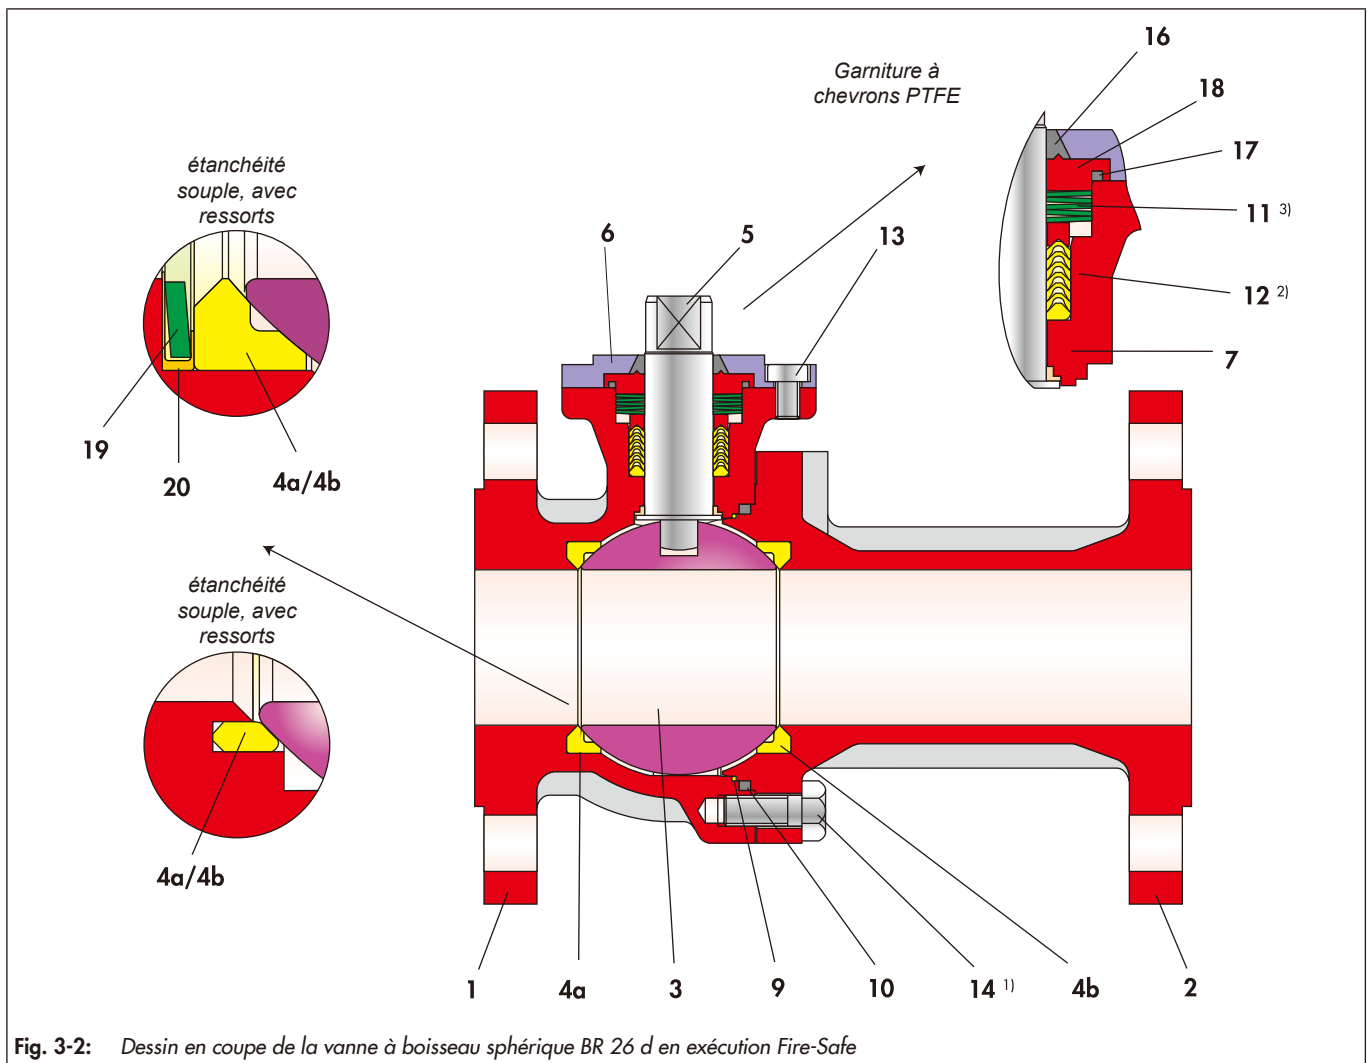

Fig. 3-2: Dessin en coupe de la vanne à boisseau sphérique BR 26 d en exécution Fire-Safe
- ⇒ Faire glisser la garniture à chevrons (12) sur l'axe de commande monté (5) avec un léger mouvement de rotation, puis l'insérer dans le logement de la garniture du corps de base (1). Assemblage et nombre de manchons en V cf. Fig. 3-2 et Tableau 3-5.
- ⇒ Placer le jeu de rondelles-ressorts (11) sur la garniture (12). Assemblage et nombre de rondelles-ressorts cf. Fig. 3-2, Tableau 3-5 et Tableau 3-6.
- ⇒ Insérer la bague carbone graphite (17) dans la douille (18).
- ⇒ Pousser la douille (18) avec la bague carbone graphite (17) sur l'axe de commande (5) de telle sorte qu'elle repose sur les rondelles-ressorts (11).
- ⇒ Pousser la bague carbone graphite (16) avec précaution sur l'axe de commande (5) jusqu'à la douille (18).
- ⇒ Faire passer le fouloir de presse-étoupe (6) sur l'axe de commande (5) pour le placer sur le corps de base (1).
- ⇒ Graisser légèrement les vis (13).
- ⇒ Ajuster le fouloir de presse-étoupe (6) à l'aide des vis (13), puis les serrer en croix de façon homogène.